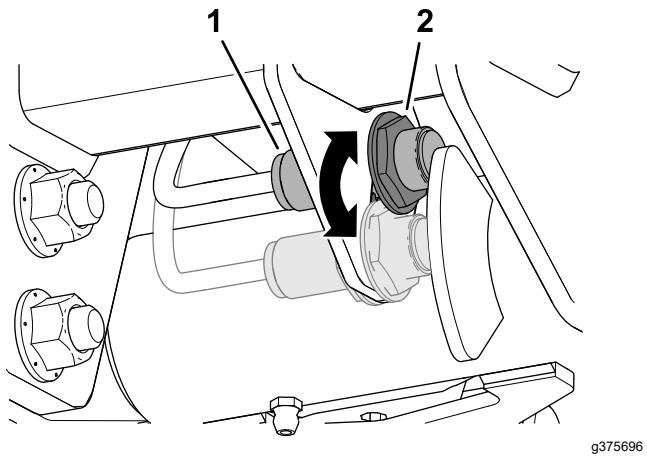

Bild 86
- Lösen Sie die Klemmmutter, mit welcher der Hubarmschalter an der Schalterplatte befestigt ist (Bild 86).